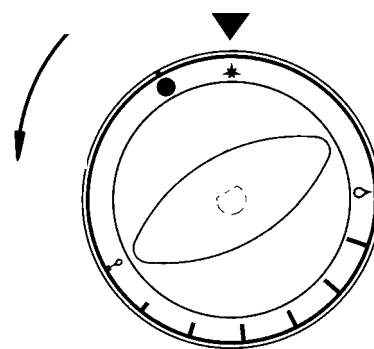

Fig. 1
- Het spuitstuk van de brander vervangen (fig.1):
- Het spuitstuk van de waakvlam vervangen (fig.1):
- De laagste stand afstellen (machines voor aardgas en omgesteld op LPG) (fig.1)
Om toegang te verkrijgen tot de brander, die op de kraan is aangesloten, duwt u de bedieningsknop helemaal in en draait u deze in de richting van het pijltje op de stand "WAAKVLAM" (fig. 1).